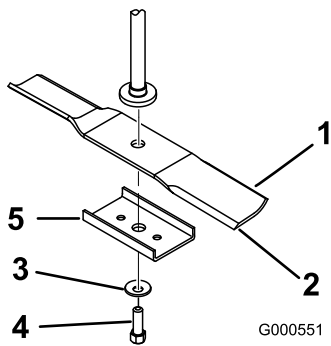
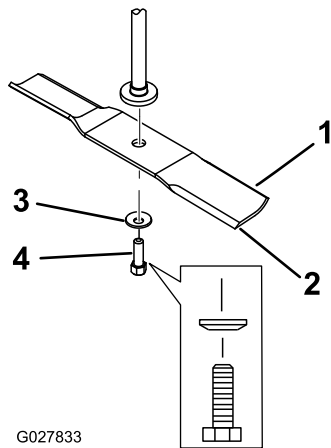

Figura 56
Figura 57
2. Retire el refuerzo de la cuchilla (carcasas de 81 cm solamente), el perno de la cuchilla, la arandela curva y la cuchilla del eje (Figura 56 y Figura 57).
- Instale la cuchilla en el eje (Figura 57).
- Instale el refuerzo de la cuchilla (modelos de 81 cm solamente), la arandela curva (con la copa hacia la cuchilla) y el perno de la cuchilla (Figura 57).